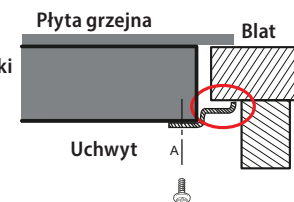

Rys. 6
6. W celu zapewnienia skutecznej cyrkulacji powietrza, urządzenie należy umieścić zgodnie z wymiarami przedstawionymi na Rys. 6, a szafka musi być tak zbudowana, aby do jej dolnej części mogło płynąć powietrze. Pod płytą grzejną musi być odstęp co najmniej 50 mm, a za tylną ścianą szafki musi być odstęp co najmniej 20 mm.